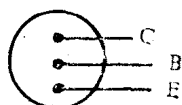

图 6
②三根管脚排成一直线，管脚有长有短，标志有色点而又短的管脚是集电极，中间是基极，另一脚是发射极，如图6所示。